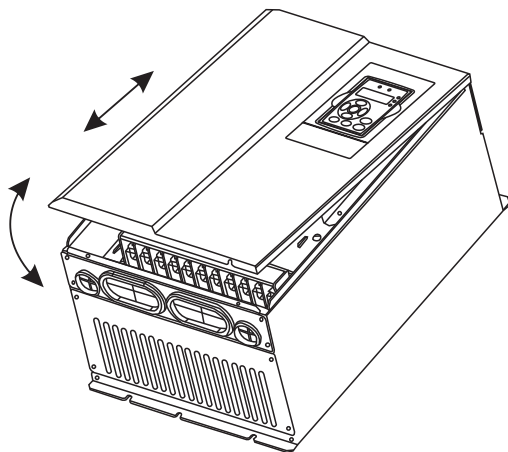

图3-13 钣金外壳下盖板拆卸图
18.5KW及以上机型采用钣金外壳。钣金外壳的下盖板拆卸参见图3-13，可用工具直接将下盖板的螺丝拧松即可。